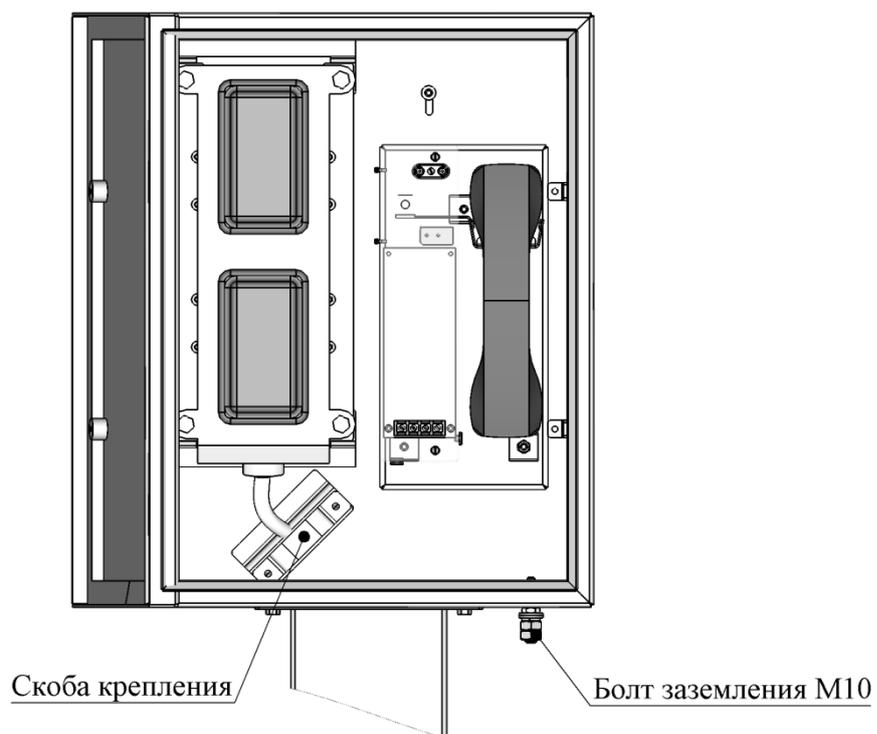

Рисунок 6 – Расположение оборудования внутри корпуса стойки
- зафиксировать кабель внутри стойки при помощи скобы крепления кабеля (см. рисунок 6).
- завести кабель внутрь стойки, уложив вдоль столба; зафиксировать кабель внутри стойки при помощи скобы крепления кабеля (см. рисунок 6);
- завести кабель внутрь стойки и зафиксировать его внутри при помощи скобы крепления кабеля (см. рисунок 6);